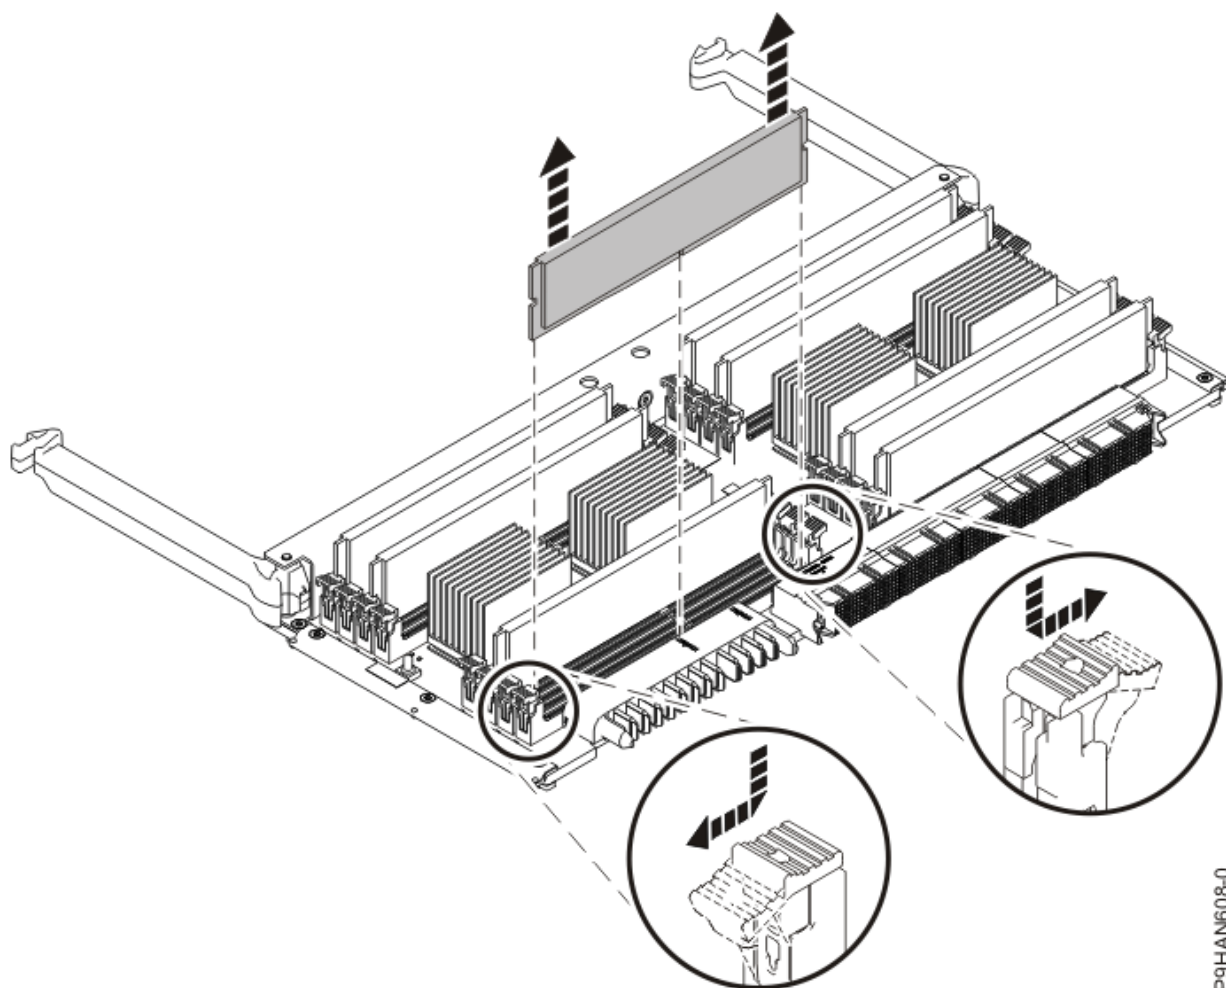

図 17. メモリー・モジュールの取り外し
3. メモリー・モジュールをそのコネクタからアンロックするには、両方のロックング・タブを、24 ページの図 17 に示されている方向に同時に押してモジュールから外します。